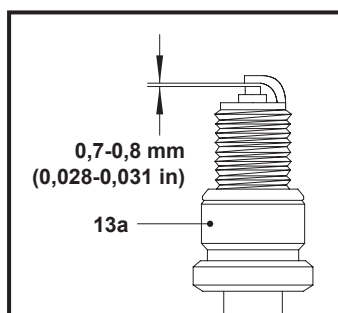

Fig. 22
6. Verifică distanța dintre electrozii bujiei. Ar trebui să fie de 0,7-0,8 mm (Fig. 22).
8. Când înlocuiești bujia (13a), înșurubeaz-o mai întâi cu mâna și apoi strânge-o ușor cu cheia de bujie (29).